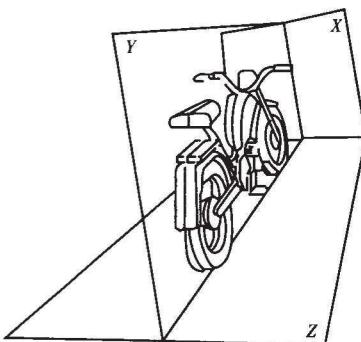

图 1-3 基准平面
(1) 基准平面:基准平面为三维正交坐标系中的 X、Y、Z 平面,如图 1-3 所示。其中,Z 为水平面;Y 为铅垂平面(纵向);x 为垂直于 Y 和 Z 的平面(横向铅垂平面)。